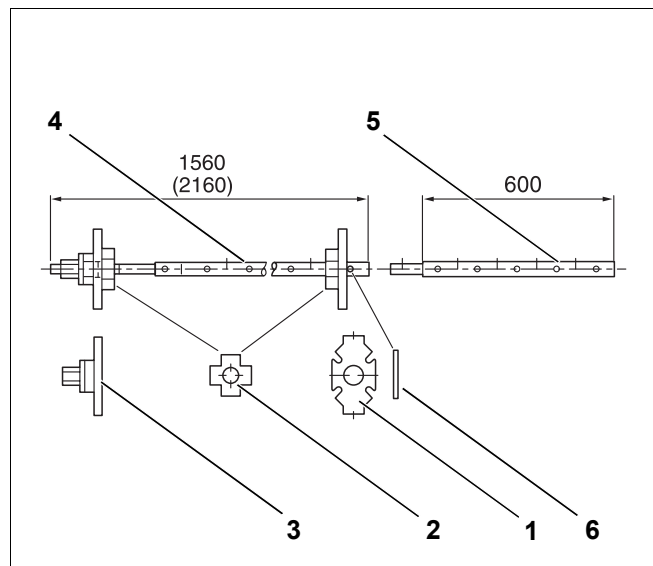
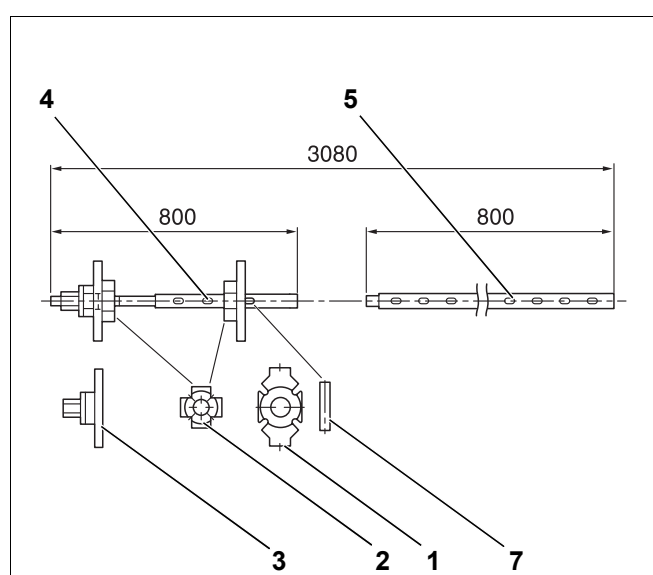
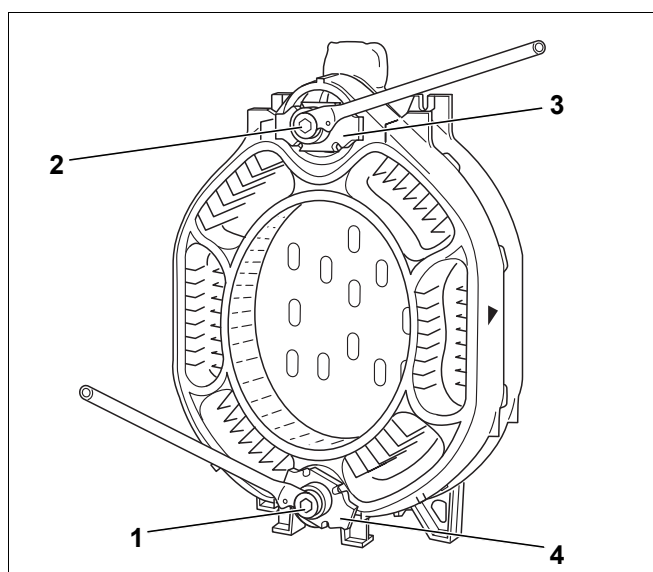

Bild 1 Kesselpresswerkzeug Größe 2.2
Bild 2 Kesselpresswerkzeug Größe 2.3
Bild 14 Verwendung des Kesselpresswerkzeugs
- Kesselpresswerkzeug 2.2 (Bild 1) **oder** 2.3 (Bild 2)
Legende für (Bild 1) und (Bild 2):
Im Folgenden ist der Teilblock des Kessels mit dem Kesselpresswerkzeug zusammenzuziehen (Bild 14).
Es dürfen ausschließlich Kesselpresswerkzeuge der Größe 2.2 o. 2.3 verwendet werden (Bild 1 bzw. Bild 2 und Bild 14, **Pos. 1 u. 2**).
- Die Presseinheiten (Bild 14, **Pos. 3 u. 4**) auf die Zugstangen (Bild 1 bzw. Bild 2, **Pos. 4**) aufschieben.